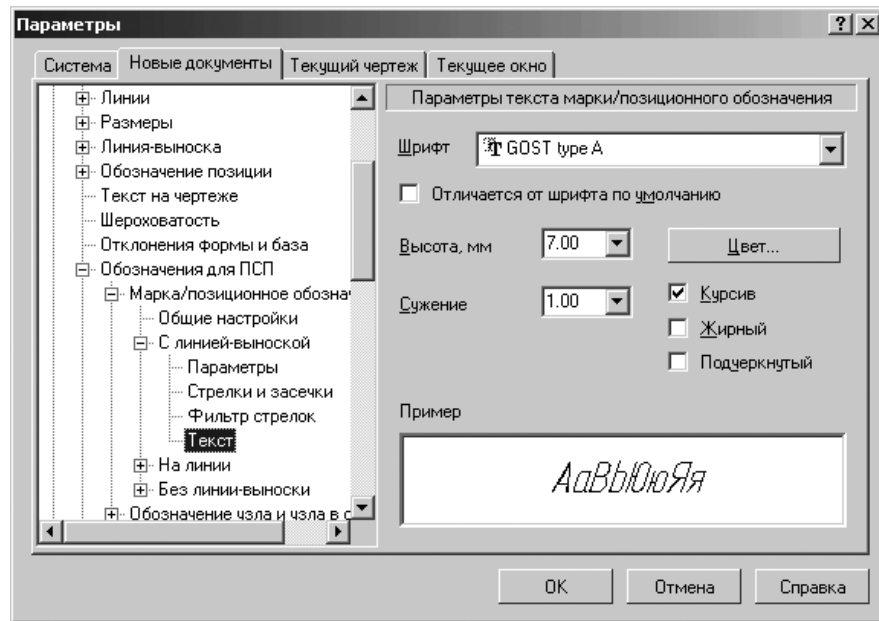

Рис. 10.52. Диалоговое окно **Параметры** с открытой вкладкой **Новые документы** и панелью **Параметры текста марки/позиционного обозначения**
- щелкните в списке настраиваемых элементов **С линией-выноской** по пункту **Текст**. В правой части появится панель **Параметры текста марки/позиционного обозначения**, показанная на рис. 10.52;
- щелкните в списке настраиваемых элементов **На линии** по пункту **Текст**. В правой части появится панель **Параметры текста марки/позиционного обозначения** (см. рис. 10.52);
- щелкните в списке настраиваемых элементов **Без линии-выноски** по пункту **Текст**. В правой части появится панель **Параметры текста марки/позиционного обозначения** (см. рис. 10.52);